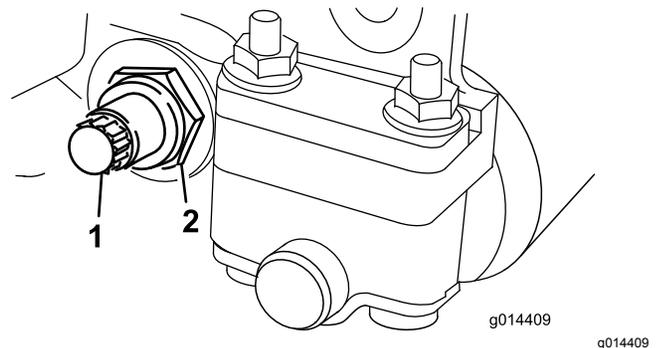

Figura 14
3. En cada lado de la máquina, afloje la contratuerca que fija el perno de la barra de asiento (Figura 14).
4. Retire todos los pernos de la barra de asiento, para poder tirar de la barra hacia abajo y retirarla de la unidad de corte (Figura 14).